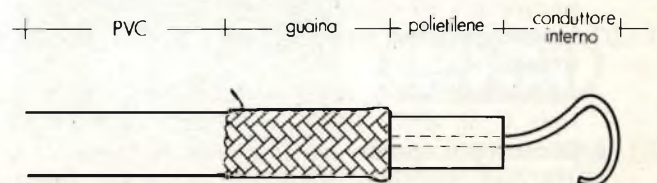

Fig. 12.1.1 - Corretto ancoraggio di un cavo coassiale su morsetto a vite.
- 1 - il conduttore interno deve essere piegato per formare un anello completo intorno alla vite, come indicato in Fig. 12.1.1. Se ciò non viene fatto e il conduttore interno lasciato dritto, e quindi fatto passare sotto un lato della rondella, nel bloc-